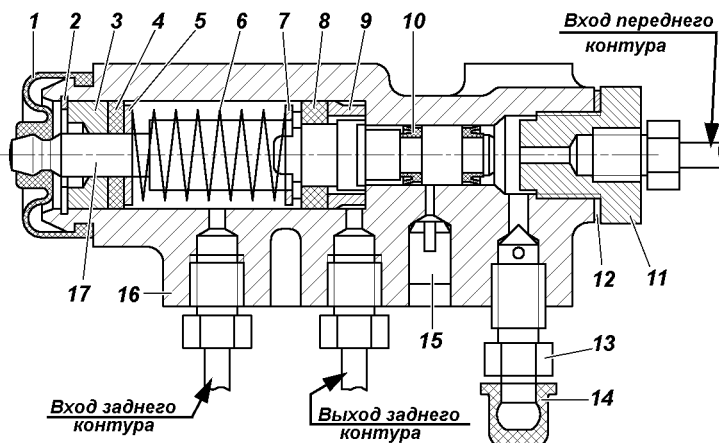
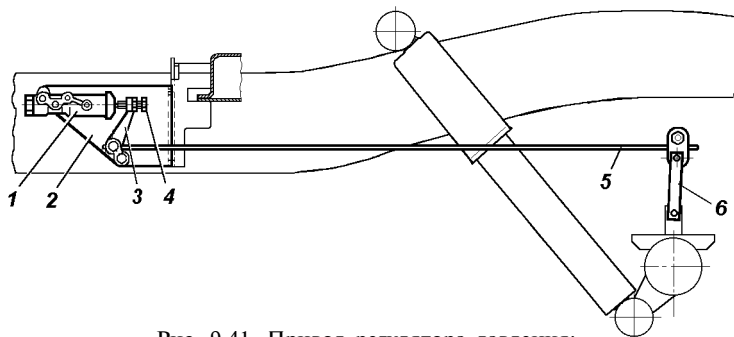

Рис. 9.40. Регулятор давления:
Рис. 9.41. Привод регулятора давления:
**Регулятор давления** (рис. 9.40). При обслуживании проверяйте работоспособность регулятора давления. Очищайте регулятор от грязи и проверяйте надежность его крепления. Внешним осмотром убедитесь, что регулятор и детали его привода не имеют повреждений, отсутствуют подтекания тормозной жидкости и люфты в соединении стойки с упругим рычагом и кронштейном на заднем мосту.
В процессе эксплуатации и при замене задних рессор необходимо регулировать усилие упругого рычага 5 (рис. 9.40) на поршень регулятора. Регулировку производить в следующей последовательности:
3. Завернуть болт 4 (см. рис. 9.41) до соприкосновения его с хвостовиком поршня 17 (см. рис. 9.40) регулятора:
и правильно выполненной регулировке привода должно быть некоторое опережение блокировки передних колес относительно задних. В случае опережающей блокировки задних колес дополнительно отвернуть болт 4 (см. рис. 9.41) на 1-2 грани головки болта и повторить проверку при движении автомобиля.